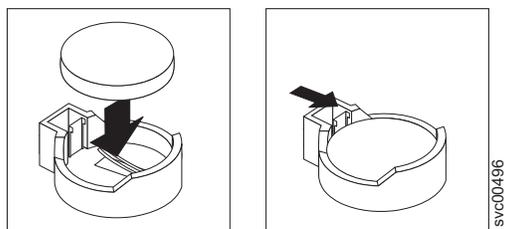

図 145. SAN ボリューム・コントローラー 2145-8A4 CMOS バッテリーの取り付け
- c. 図 145 に示すように、バッテリーを下に押し、所定の場所でカチッと音を立てるまでソケットに入れます。バッテリー・クリップがバッテリーを確実に保持するようにします。